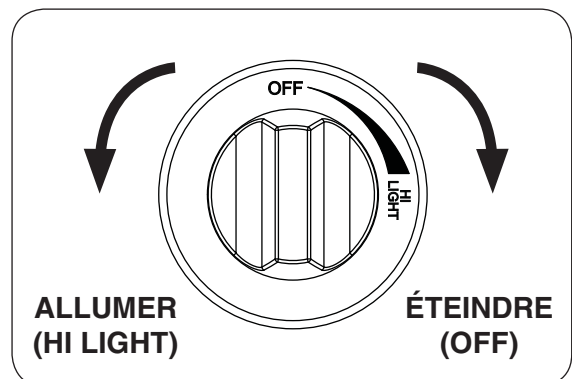

Fig. 36-2
4. **Une fois que le match est en feu et en position**, appuyer sur le bouton de contrôle du gaz et tournez dans le sens antihoraire à la position de **HI LIGHT (allumer)** (voir Fig. 36-2). Votre brûleur devrait s'allumer.
Pour éteindre le brûleur à gaz, appuyer sur le bouton de contrôle du gaz et tournez dans le sens horaire à la position **OFF (éteindre)** (voir Fig. 36-2). Assurez-vous que le bouton de commande est tourné complètement hors tension pour éviter toute fuite de gaz.